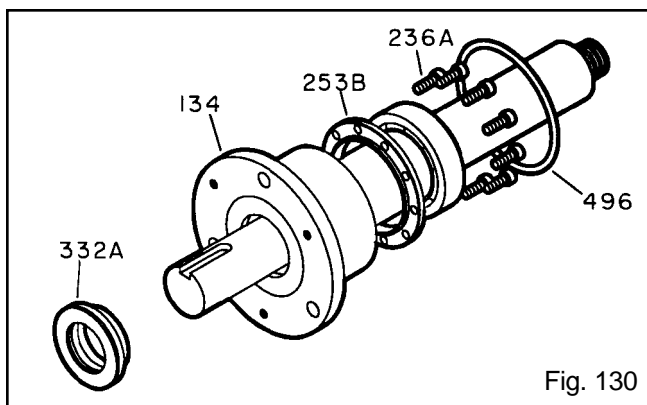

Fig. 130
10. Instale el anillo de abrazadera (236B) con los pernos (236A). Apriete los pernos en una configuración de zigzag. Inspeccione el eje para asegurar que gire libremente. Consulte la Tabla 9 con respecto a los valores de torsión de los pernos (Fig. 130).
11. Instale un anillo en O (496) nuevo.
12. Instale el sello de laberinto exterior (332A) en la caja de los cojinetes (134). Es un ajuste de anillo en O. Sitúe las ranuras de drenaje del sello de laberinto en la posición inferior (6:00 horas) (Fig. 130).